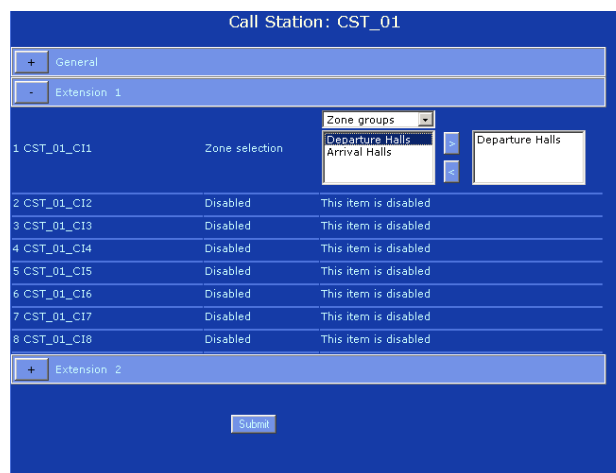

figura 36.8: Selezione di zona, passaggio 4
- 4 Selezionare la zona (gruppo) o l'uscita di controllo che deve essere selezionata dal tasto nella casella a sinistra e fare clic sul pulsante > per aggiungere la zona (gruppo) al tasto. Per avere un esempio, vedere figura 36.8.